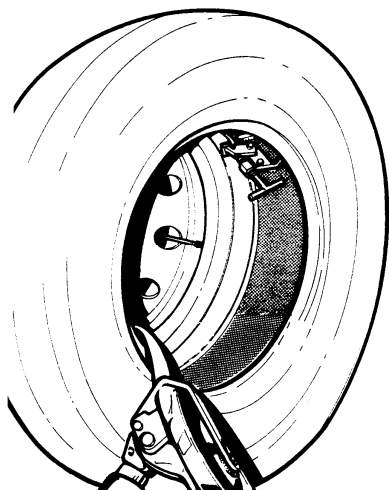

Рис.33
1. Подвесьте внутренний борт шины на струбцине (Рис. 33).